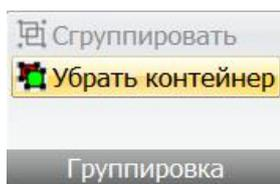

Рисунок 285 – Команда «Убрать контейнер»
**Команда «Контейнер»** – объединение, которое позволяет сгруппировать несколько элементов. После осуществления операции объединения нескольких элементов в один контейнер становится доступна команда «**Убрать контейнер**» (рисунок 285).